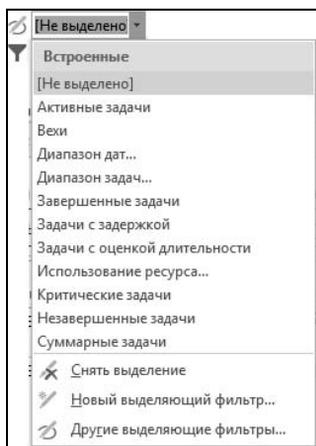
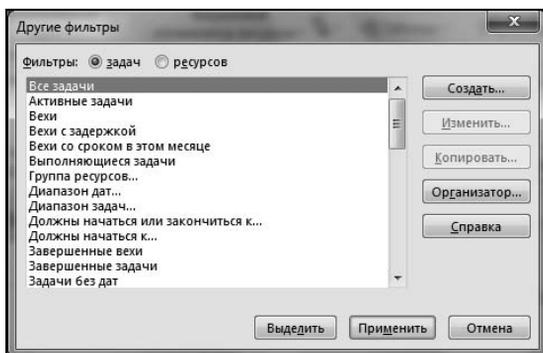

Рис. 4.39. Меню управления выделяющими фильтрами
Рис. 4.40. Окно управления выделяющими фильтрами
2. В открывшемся меню (рис. 4.39) следует выбрать фильтр.
Альтернативный способ выбора фильтра заключается в том, чтобы в показанных на рис. 4.39 меню выбрать строку **Другие выделяющие фильтры** (для выделяющих фильтров) или **Другие фильтры** (для замещающих фильтров) соответственно. При этом откроется показанное на рис. 4.40 окно с перечнем доступных фильтров.
- открыть список выделяющих фильтров в области **Данные** вкладки **Вид** ленты меню. В показанном на рис. 4.39 меню выбрать команду **Новый выделяющий фильтр**;
- в показанном на рис. 4.39 и 4.41 меню выбрать команду **Другие выделяющие фильтры** или **Другие фильтры** соответственно. В открывшемся после этого окне (см. рис. 4.40) нажать кнопку **Создать**.
3. Установить флажок **Показывать в меню** (справа от имени фильтра), чтобы выбрать режим отображения создаваемого фильтра в меню, показанном на рис. 4.39 или 4.41 (список фильтров в окне на рис. 4.39 всегда содержит перечень всех фильтров независимо от установки этого флажка).
- в показанном на рис. 4.39 или 4.41 меню выбрать команду **Другие выделяющие фильтры** или **Другие фильтры** соответственно. В открывшемся после этого окне (см. рис. 4.39) следует выделить подлежащий изменению фильтр и нажать кнопку **Изменить**.